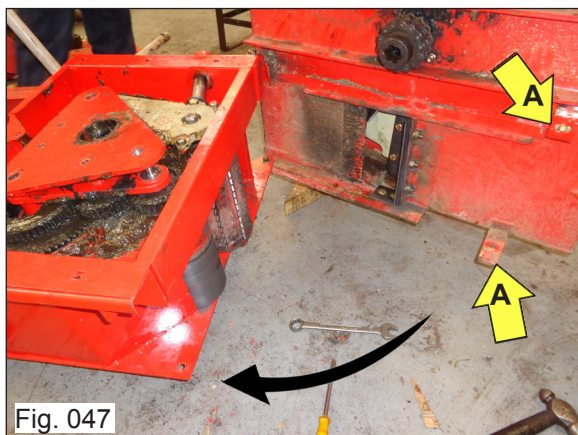

Fig. 047
- Remova os parafusos "A" (Fig. 047) e articule a Plataforma para o lado;
- Quite los tornillos "A" (Fig. 047) y articula la plataforma al lado;
- Remove the screws "A" (Fig. 047) And articulates the platform to the side;